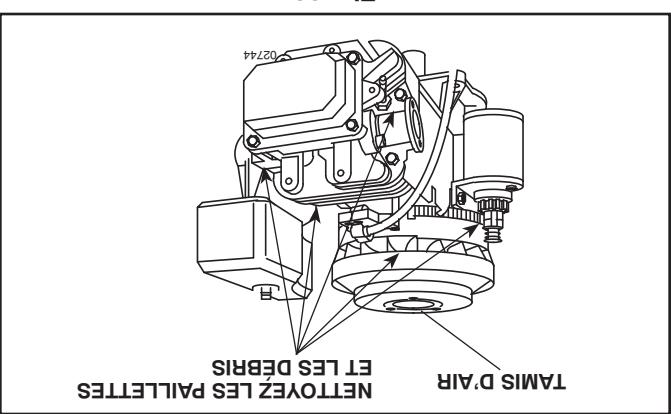

Fig. 20
**SYSTEME DE VENTILATION (Voir la Fig. 20)**